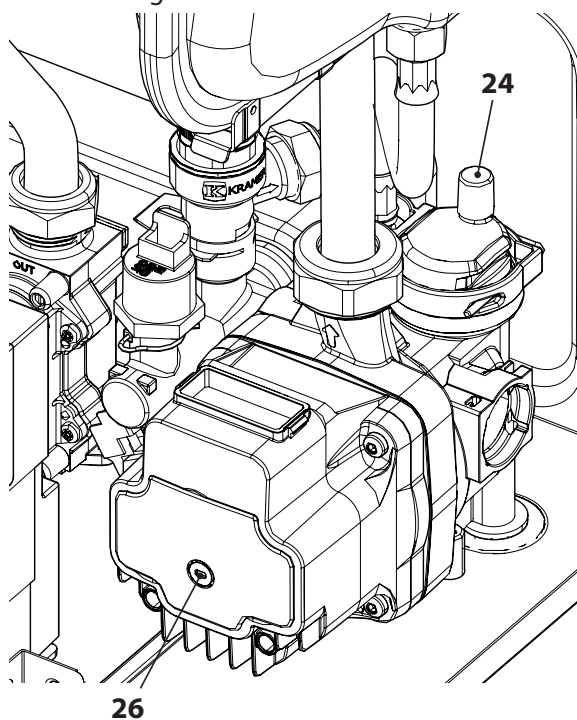

Figura 6.3
- Svitare il tappo della valvola di sfiato automatica 24 in Figura 6.3.
- Togliere il tappo 26 in Figura 6.3 e sbloccare la pompa ruotando il rotore con un cacciavite. Durante questa operazione sfiatare la pompa.